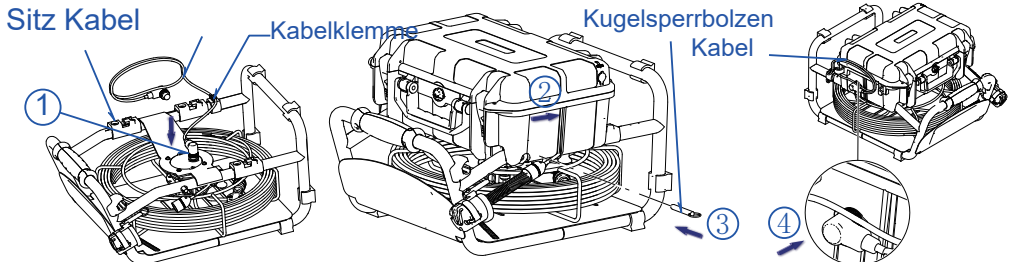

Abbildung 7. Werkzeugkasten-Einheit montieren
2. Werkzeugkasten-Einheit montieren (Abbildung 7.)